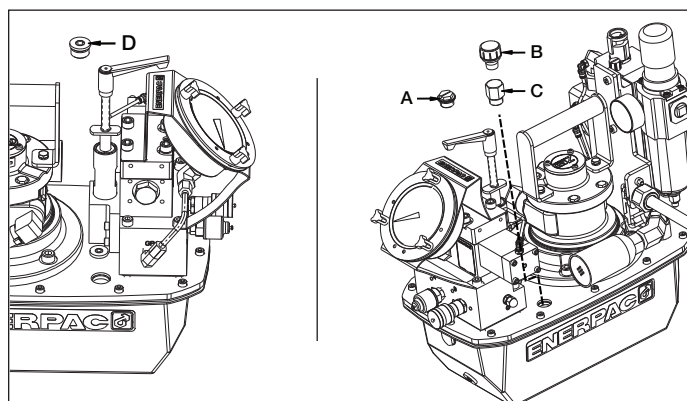
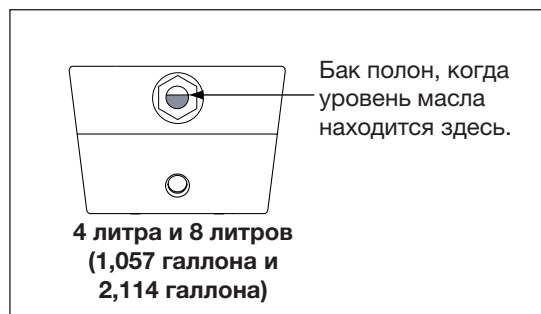

Рисунок 2 - пробка маслозаливной горловины и крышка сапуна
Рисунок 4
4.1. Крышка сапуна и пробка маслозаливной горловины (см. рисунок 2)
Перед пуском проверьте и, при необходимости, долейте масло, удалив из крышки заглушку SAE № 10 (см. рис. 2). Резервуар полон, когда уровень масла достигает верха смотрового стекла (рис. 4).